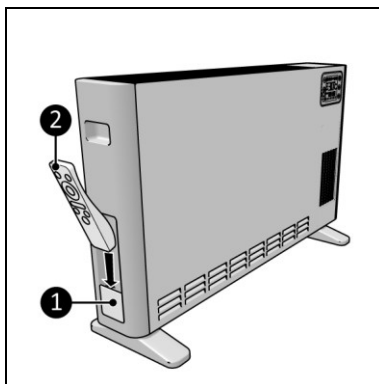

Figura 14
1. Telecomanda (Figura 14, poz. 2) poate fi amplasată în slotul telecomenzii (Figura 14, poz. 1) de pe partea laterală a dispozitivului.